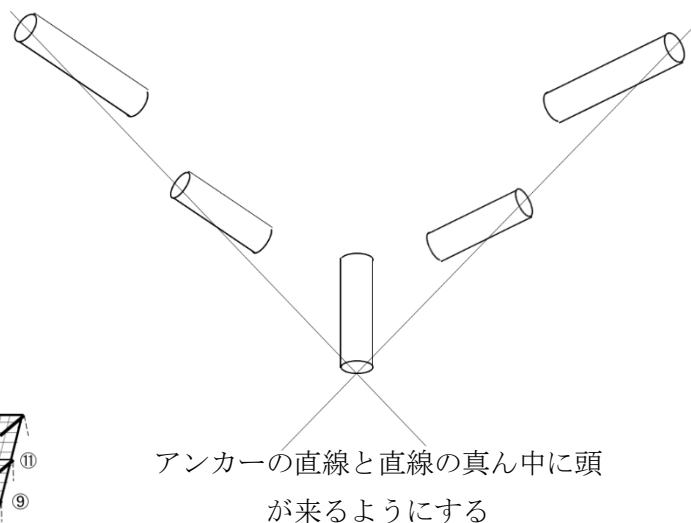

図1 隅柱の調整の
- ・ バランスを見て左右の控え線を交互に締め上げテンションが左右等しくなるようにする（写真4、図1）。
- ・ 順序については圃場の中央からさらにその中央…という順序で行う（図1）。